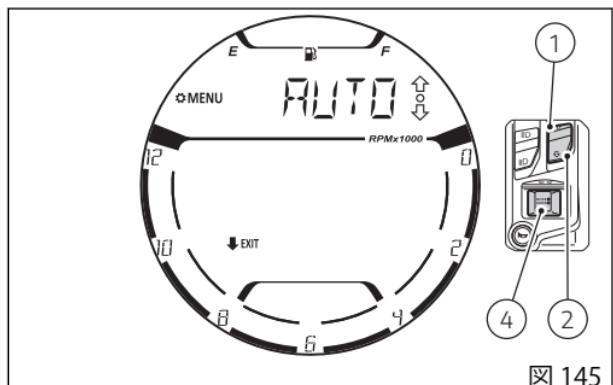

図 145
機能に入ると、現在の設定値が表示されます (図 145)。ボタン (1) および (2) を使って選択できる設定を点滅、スクロールさせて選択することができます。選択できる設定は、"AUTO"、"MANUAL" です。